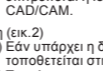

Fig. 1 / Ek. 1 / Kuva 1
- 1) Preparar as margens com chanfradura mais profunda ou ombro mais arredondado. (Fig. 1)